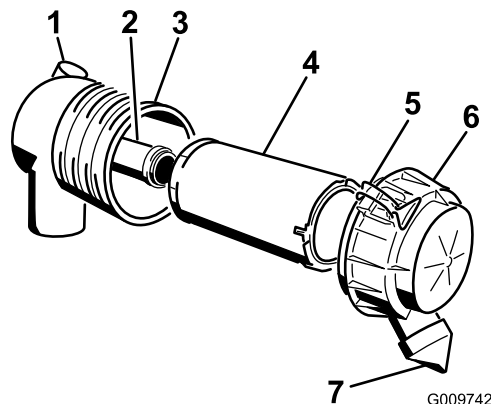

Figura 61
1. Glisai uor filtrul primar din corpul filtrului de aer (Figura 61).
4. Dacă înlocuiți filtrul de siguranță, glisai cu atenție filtrul nou în corpul filtrului (Figura 61).
6. Montai capacul filtrului de aer cu partea cu indicaia „UP” (sus) în sus i fixai-l cu elementele de fixare (Figura 61).